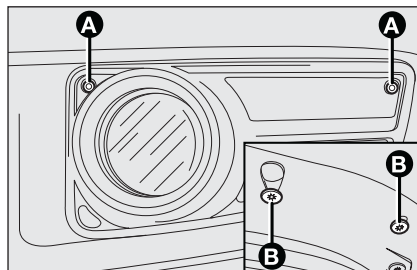

fig. 29
- ☐ afloje los dos tornillos **A**-fig. 29 de fijación del faro antiniebla sobre el parachoques;